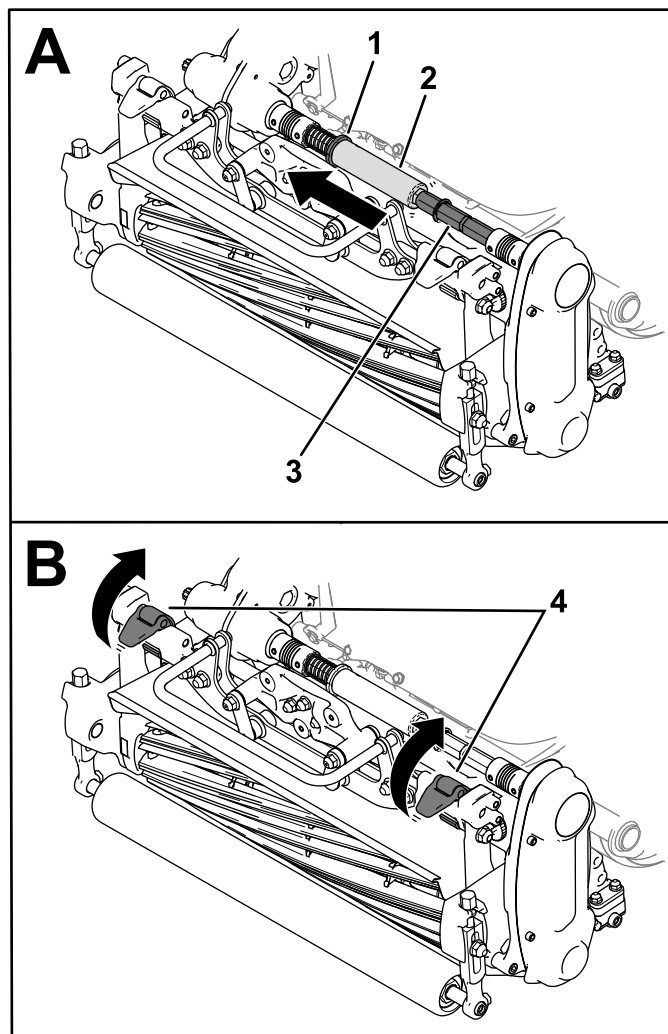

Bild 40
3. Schieben Sie den Bund (**Bild 40**) in die Nut der Getriebewelle.
4. Schieben Sie das Sechskantrohr von der Kupplungswelle des Mähwerks herunter (**Bild 40**).
5. Klappen Sie die Aufhängeriegel nach oben, um das Mähwerk von der Maschine zu lösen (**Bild 40**).